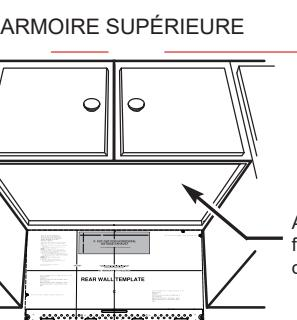
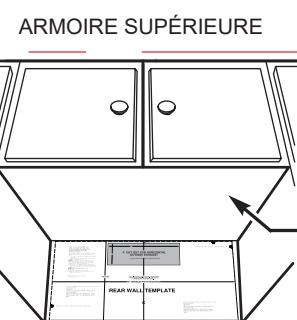

FIGURE 1
FIGURE 2
1. Determine if your cabinet has a recessed area or a smooth, flat bottom. See Fig. 1. If smooth, tape template onto the bottom surface (Fig. 2). If it is recessed, cut the edges of the template to fit in the recessed bottom of the cabinet. It is important that the edges of the cabinets permit level installation of the oven.
1. Determine si su gabinete cuenta con un área hueca o con una parte inferior lisa y pareja. Consulte la Fig. 1. De ser pareja, pegue la plantilla con cinta sobre la superficie inferior (Fig. 2). De ser hueca, corte los extremos de la plantilla para que calce sobre la parte inferior hueca del gabinete. Es importante que los extremos de los gabinetes permitan una instalación nivelada del horno.
1. Déterminez si votre armoire a une zone avec renforcement ou un fond plat et lisse. Voir Fig. 1. S'il est plat, coller le patron sur le fond (Fig. 2). S'il a un renforcement, couper les bords du patron pour qu'il s'adapte sur le fond de l'armoire. Il est important que les bords des armoires permettent une installation de niveau du four.